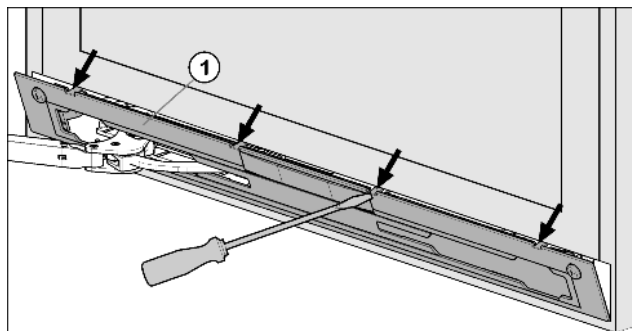

Fig. 4
- ▶ Déclipser le panneau Fig. 4 (1) à l'aide d'un tournevis à fente, puis le retirer.